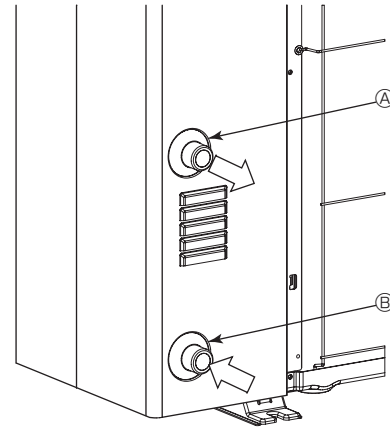

Fig. 5-1
### 5.1 Raccordement des tuyauteries d'eau (Fig. 5-1)
- Positionner les tuyaux d'entrée et de sortie comme le montre le Fig. 5-1.
[Fig. 5-1]